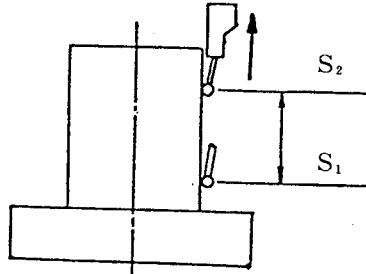

図 5-25
① 測定準備
- (1) 測定物をテーブル上に取付ける。
- (2) 図 5-25 の様に真直度を測定する区間 S_1 、 S_2 の位置を定める。
- (3) 測定開始点 S_1 及び終点 S_2 での偏心または傾きによる測定部の検出出力モニターメータの指針の振れがほとんど無くなるように、センタリング・チルチング調整を行う。